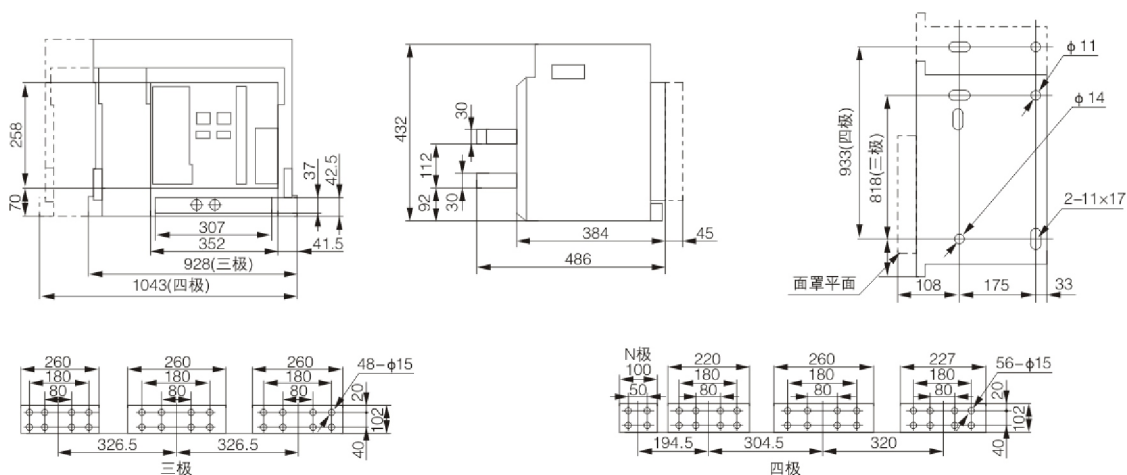

图16j
• 6300A抽屉式断路器三极、四极安装，外形尺寸(见图16j)